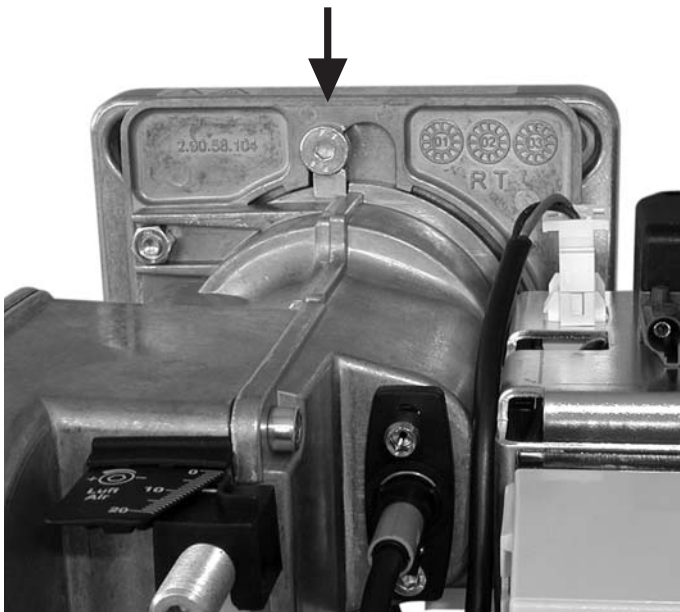

Figure 6
- Desserrer la vis de service (Cf. fig 6) et la collerette avec le tube de combustion.
A l'aide d'une clé à six pans creux de 4 mm, desserrer la vis de service d'1/2 tour (Cf. Fig. 6), tourner le brûleur vers la gauche et le retirer du tuyau. Le mettre ensuite dans la position de service (Cf. fig. 24).